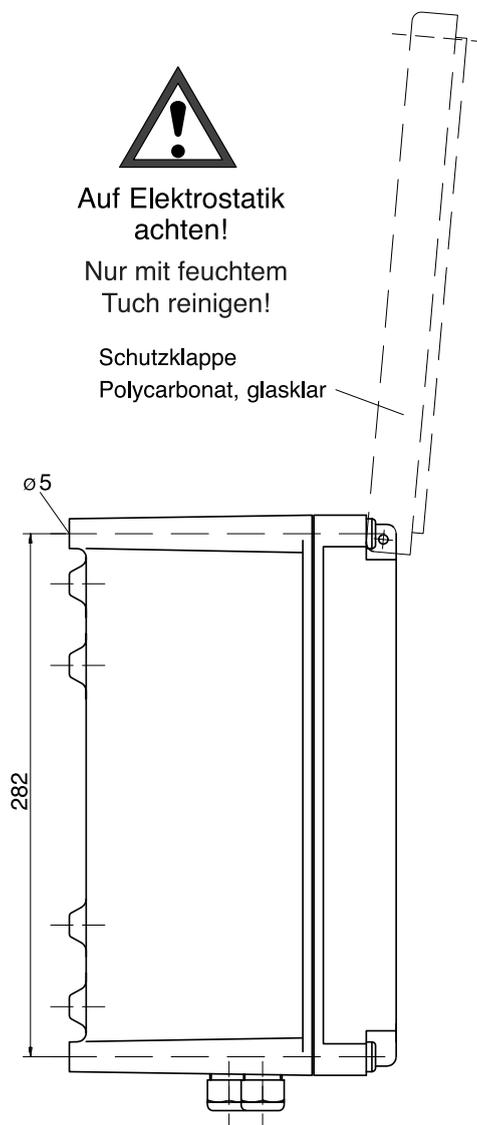

Abb. 1-3 Maßzeichnung Schutzgehäuse ZU 0158
- Mit dem Schutzgehäuse ZU 0158 ist das Gerät optimal vor Staub, Nässe und mechanischer Beschädigung geschützt. Maßzeichnung s. Abb. 1-3.